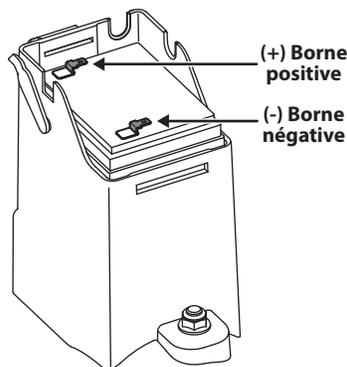

Figure 4-5
3. Installez la batterie neuve. Branchez d'abord le câble positif (rouge) à la borne positive de la batterie, puis le câble négatif (noir) à la borne négative. Voir Figure 4-5.